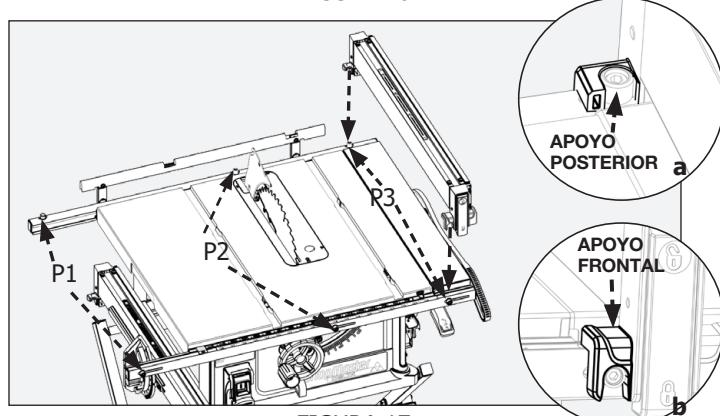

FIGURA 17
Esta sierra está equipada con un sistema de alineación de guía de 3 posiciones que le permite lograr cortes rápidos y precisos. En función del tipo de corte requerido, utilice cada una de las 3 posiciones, tal como se detalla a continuación (FIGURA 17). **Nota:** Todas las escalas son se usa para medir la distancia desde la superficie más interna de la cerca hasta la cara de la cuchilla. La escala debe leer cero cuando la cerca toca la cuchilla y debe aumentar a medida que se extiende la mesa y la cerca se aleja de la hoja.
- Enganche el bloqueo de la guía ubicado en la parte frontal de la guía (FIGURA 17).